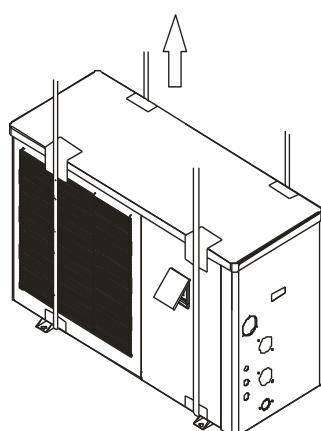

Figura 5 Diagrama de elevação
- Use quatro ou mais correias de elevação macias para mover os conjuntos (consulte a Figura 5).
- Não manuseie, move ou levante a unidade segurando o tubo de entrada e saída de água: use apenas os orifícios na viga da base (consulte a Figura 5)